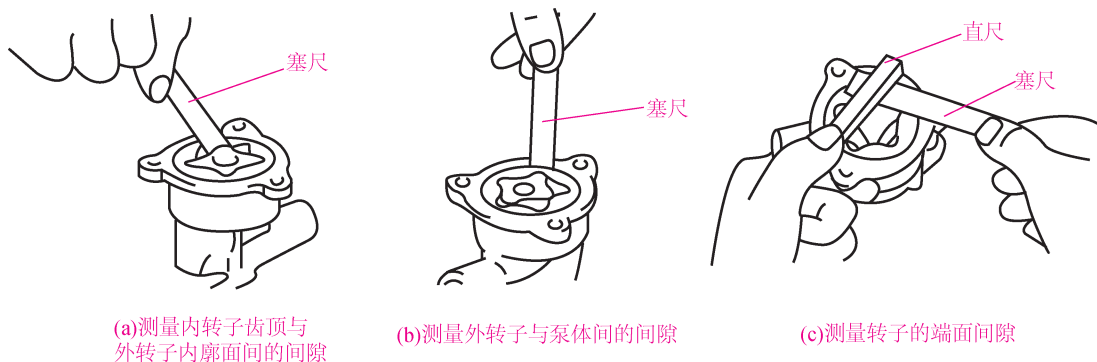

图 3.1-2 转子式机油泵配合间隙的检查
(2) 对于转子式机油泵应检查下面各处间隙,如图3.1-2所示。